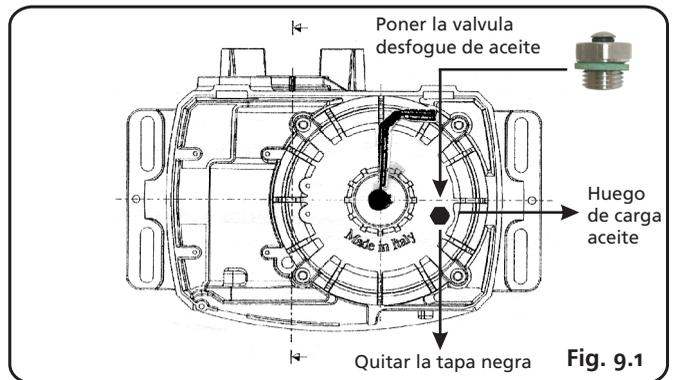

Fig. 9.1
**ATENCIÓN: ANTES DE PONER EN MARCHA EL MOTOR SE DEBE QUITAR ABSOLUTAMENTE LA TAPA NEGRA PUESTA EN EL HUECO DE CARGA ACEITE Y PONER LA VALVULA DE DESFOGUE DEL GAS DEL ACEITE (FIG. 9.1).**